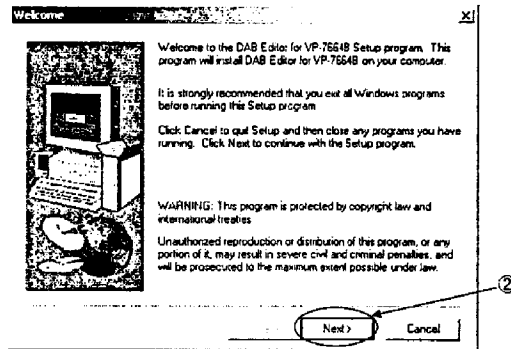

図 6-2 Welcome
- ① スタートメニューから<ファイル名を指定して実行>を選択します。ダイアログの<名前>テキストボックスに「A:SETUP」と入力し<OK>ボタンをクリックします。
- ② しばらくすると<Welcome>ダイアログが表示されます。(「図 6-2 Welcome」参照) 内容を確認のうえ<Next>ボタンをクリックしてください。